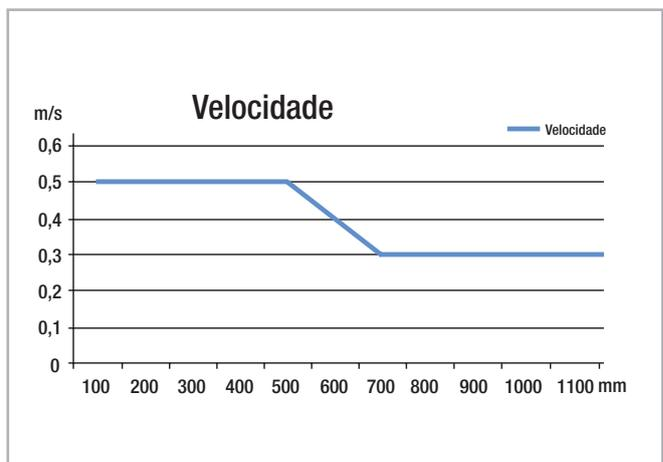

Fig. 22
A velocidade de extensão é determinada pelo tamanho dos elementos intermédios. Portanto, a velocidade máxima de extensão é inversamente proporcional à extensão total das guias (ver fig. 22). A velocidade máxima de extensão também está diretamente relacionada com a carga aplicada e o tempo de funcionamento. Os dados indicados referem-se à operação contínua com a capacidade máxima de carga.
- As extensões totais e parciais de Light Rail são adequadas para uso em sistemas automáticos. Para isso, o curso deve permanecer constante em todos os ciclos móveis e a velocidade de extensão deve ser verificada (ver pg. LR-22, fig.22). O movimento das extensões é possibilitado pelas gaiolas de esferas internas, que podem ter um desvio em relação à posição original com cursos diferentes. Esse desvio de fase pode ter um efeito negativo sobre as propriedades de funcionamento ou limitar o curso. Se ocorrerem cursos diferentes em uma aplicação, a força de acionamento deve ser suficientemente dimensionada a fim de sincronizar adequadamente o desvio da gaiola de esferas. Como alternativa, pode ser realizado um ciclo extra de curso completo a cada determinado número de ciclos, a fim de refasear a gaiola de esferas em sua posição correta.